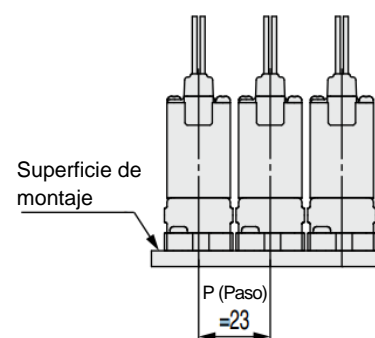

Figura 1
- Durante el montaje de las electroválvulas unas junto a otras, el paso (P) debe ser igual o superior a 23 mm. (Ver Figura 1) Modelo aplicable: LVMK23, 205 (Montaje en placa base)